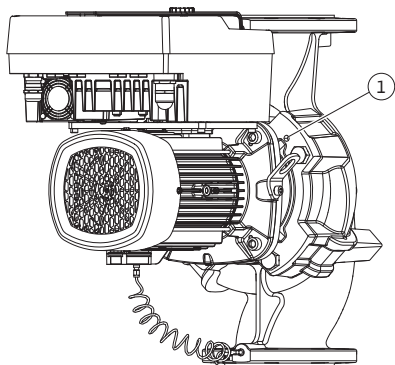

Fig. 11: Istiskivanje utičnoga kompleta putem provrta s navojem (ovisno o tipu pumpe)
5. Otpustite utični komplet (vidi Fig. 4) s kućišta pumpe. Ovisno o tipu pumpe (vidi Fig. I – III) postoji nekoliko načina: Za tip pumpe na Fig. I otpustite vijke (poz. 29). Istisnite utični komplet s kućišta pumpe. Za tip pumpe na Fig. II i Fig. III za to upotrijebite dva provrta s navojem (Fig. 11, poz. 1). Upotrijebite prikladne, lokalno dostavljene vijke (npr. M10 x 25 mm).
5. Istisnite utični komplet (vidi Fig. 4) s kućišta pumpe. Za to upotrijebite dva provrta s navojem (vidi Fig. 11). Za odvajanje dosjeda u provrte s navojem uvrnite vijke M10 prikladne duljine.